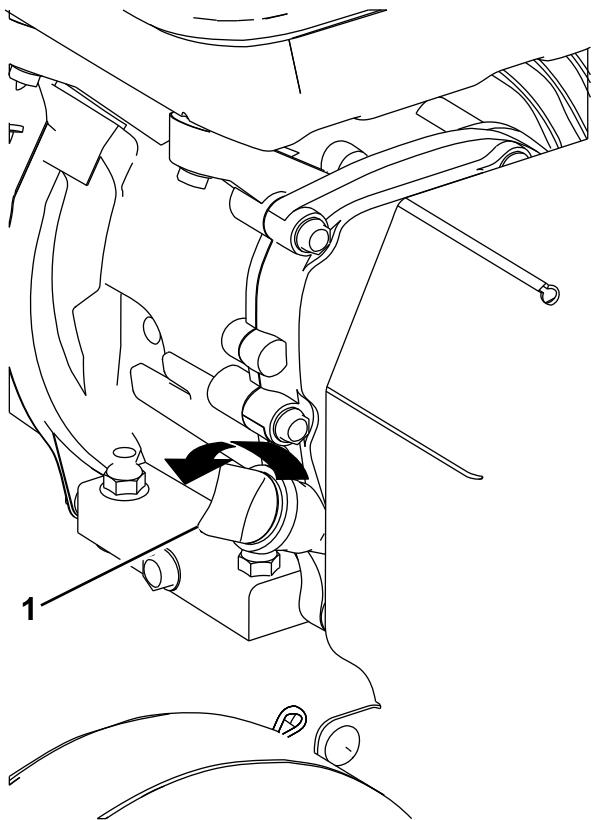

Figure 12
3. Nettoyez la surface autour de la jauge d'huile (Figure 12) pour éviter que des impuretés ne s'introduisent dans l'orifice de remplissage, ce qui risquerait d'endommager le moteur.
4. Dévissez la jauge d'huile et essuyez soigneusement l'extrémité (Figure 12).
5. Insérez la jauge au fond du goulot de remplissage. **Ne la vissez pas.** (Figure 12).